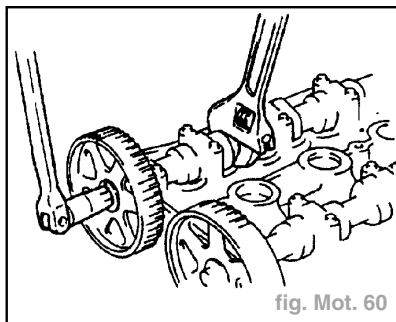

fig. Mot. 60
- Maintenir l'arbre à cames à l'aide d'une clé placée sur l'exagone moulé (fig. Mot. 60).